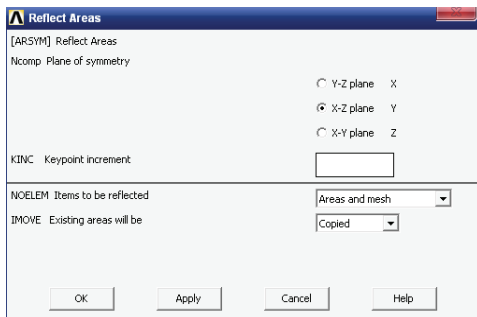

图 3-96 映射面对话框
9) 选择 Main Menu | Preprocessor | Modeling | Reflect | Areas 命令，出现 Reflect Areas 拾取菜单，单击 Pick All 按钮，出现 Reflect Areas 对话框，在 Ncomp Plane of symmetry 选项中选择 X-Z plane Y，其余选项采用默认设置，如图 3-96 所示，单击 OK 按钮关闭该对话框。